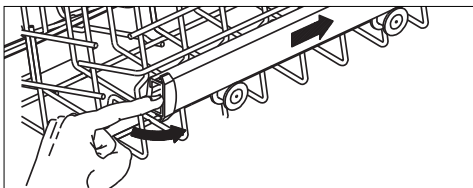
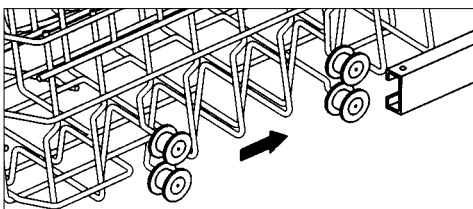

fig. 7
fig. 8
- Trek de korf helemaal naar voren en klap de afdekkapjes aan de linker- en rechterzijde naar buiten (zie fig. 7). Verwijder de korf. Plaats het andere stel wieltjes in de rails (zie fig. 8). Duw de korf weer in de machine en klap de afdekkapjes terug.